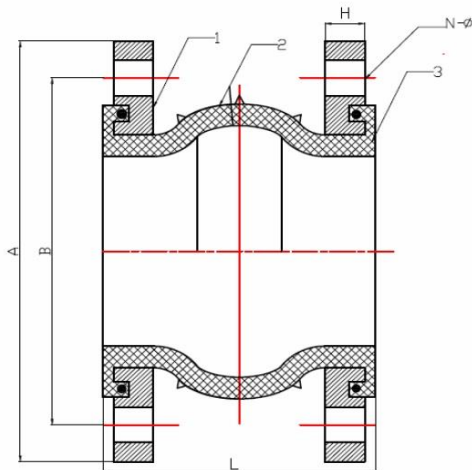

Рис.1
2.2. Основные габаритные и присоединительные размеры в мм приведены в табл. 1 и на рис. 1